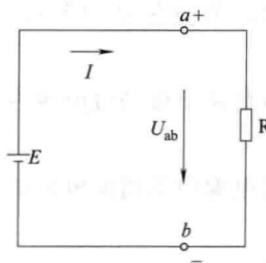
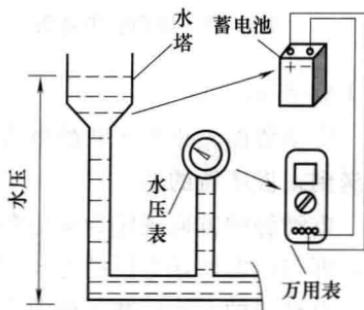

图 1-12 电路中的电压
图 1-13 水位与电位
(2) 电压
① 定义 电路中两点之间的电位差, 称为电压, 用 U (或 u) 表示。如图 1-12 所示, 电路中的 a 点 b 点之间的电压, 可记作 U_{ab} 。电压是电流产生的原动力。电压类似水塔中所形成的水压, 水塔顶部与底部或地面之间的势差形成水压, 如图 1-13 所示。
② 电压的方向 箭头表示法: 以电流的流向表示, 如图 1-12 所示。
极性符号表示法: 用“+”、“-”标出, 如图 1-12 所示。